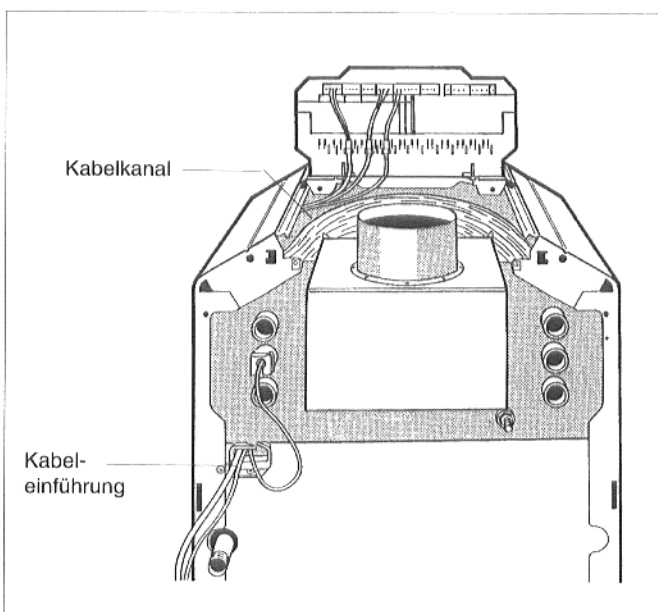

Abb. 15: Kabeleinführung
- Bauseitige elektrische Anschlußleitungen von hinten durch die Kabeleinführung im Kabelkanal zum Regelgerät führen (Abb. 15).